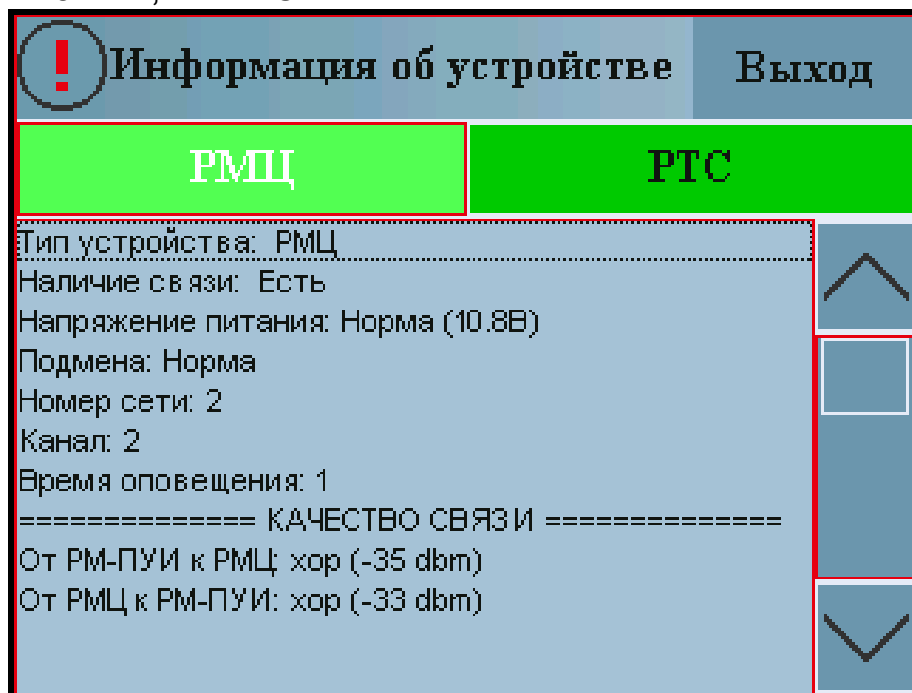

Рисунок 1.7 – Окно информации о РМЦ
1.11.2.5 Окно «Информации о РМЦ» (рисунок 1.7) содержит: